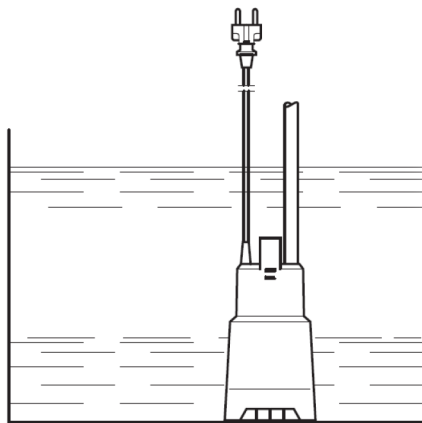

Рис. 2
4. Ослабьте натяжение шнура, чтобы насос стоял на основании и не был подвешен на шнуре. Убедитесь, что насос стоит в вертикальном положении (рис. 2).